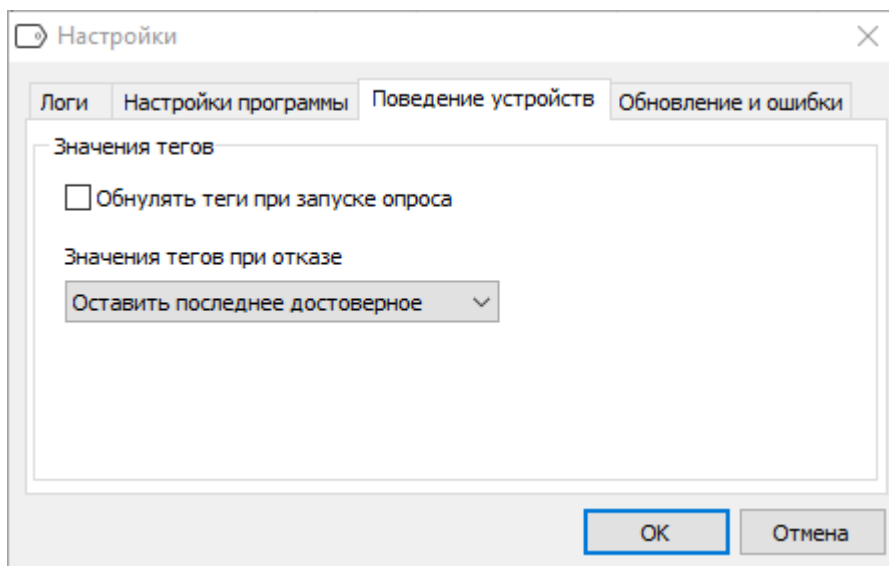

Рис. 29.3 Группа настроек «Поведение устройства»
3. «Поведение устройств», рис. 29.3. В этой группе определяется поведение устройств при запуске опроса или при отказе.